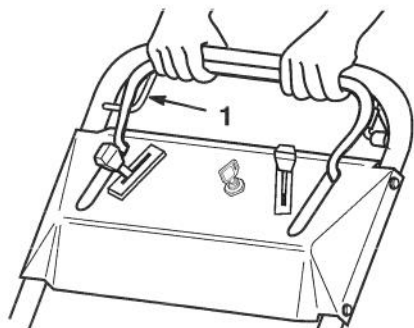

Figure 19
3. Pour engager le système d'autopropulsion, serrer et maintenir la barre de commande de traction contre le guidon (Fig. 19).